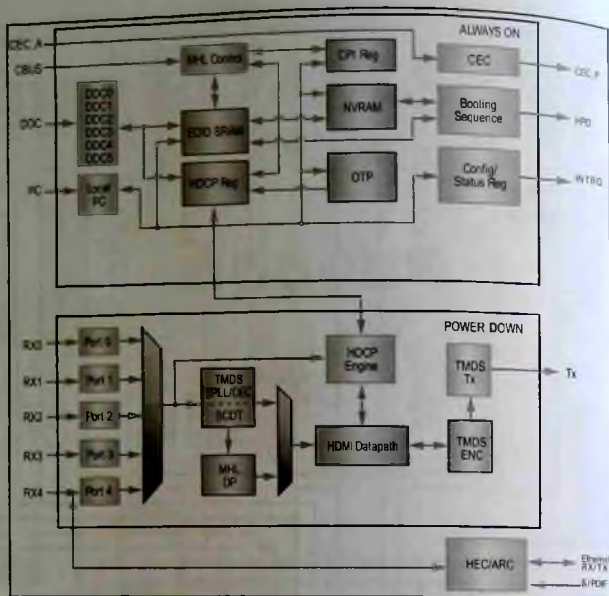

Рис. 5. Структурная схема коммутатора SII9387CTU
- IC905 — коммутатор сигналов интерфейса HDMI 1.4/DVI 1.0/HDCP 1.1 типа SI19387CTU фирмы Silicon Image. Микросхема обеспечивает коммутацию пяти HDMI и до 2-х входных портов MHL на HDMI-выход с разрешением 1080p/60 Гц и 720p/1080i/120 Гц. Структурная схема ИМС приведена на рис. 5. В рассматриваемых AV-ресиверах микросхема обеспечивает подключение HDMI-входов IN4 (VIDEO), IN2, IN1 к IC903 (см. выше).